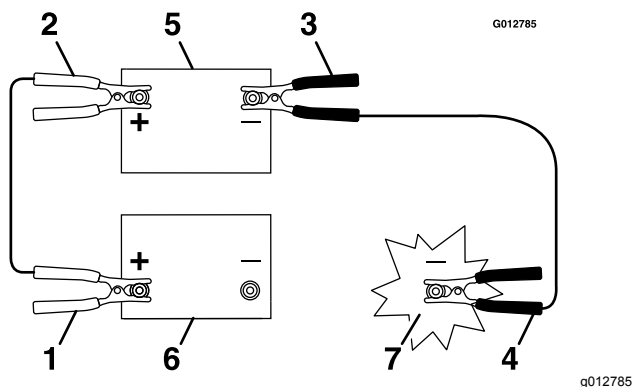

Рисунок 50
3. Подсоедините положительный (+) кабель к положительной (+) клемме разряженной аккумуляторной батареи, которая соединена со стартером или электромагнитом, как показано на Рисунок 50.